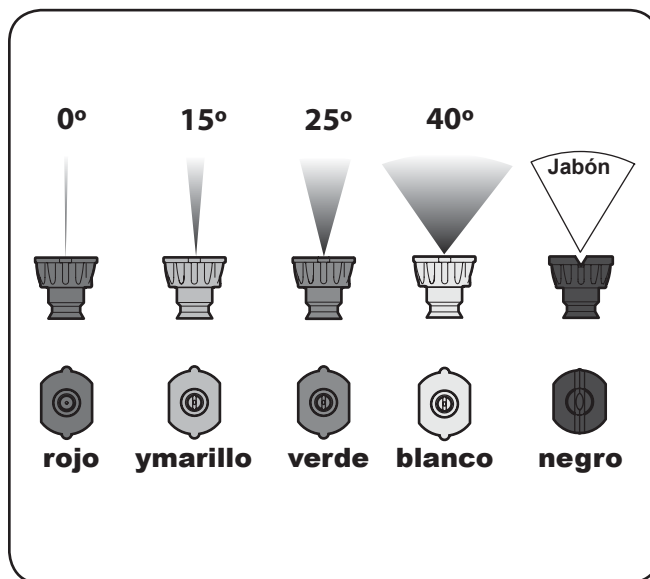

Figura 3-6
- Seleccione la punta que va a usar para la aplicación en particular para la que se desea utilizar la lavadora a presión. Consulte la Figura 3-6.